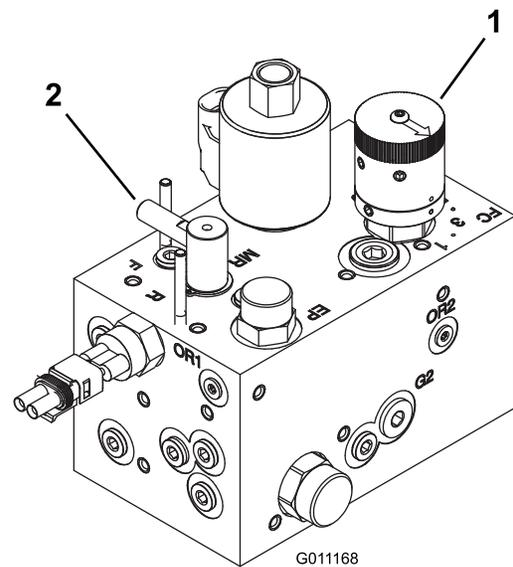

Figura 47
2. Gire el mando de control de velocidad del molinete (Figura 47) al número determinado en el Paso 1.